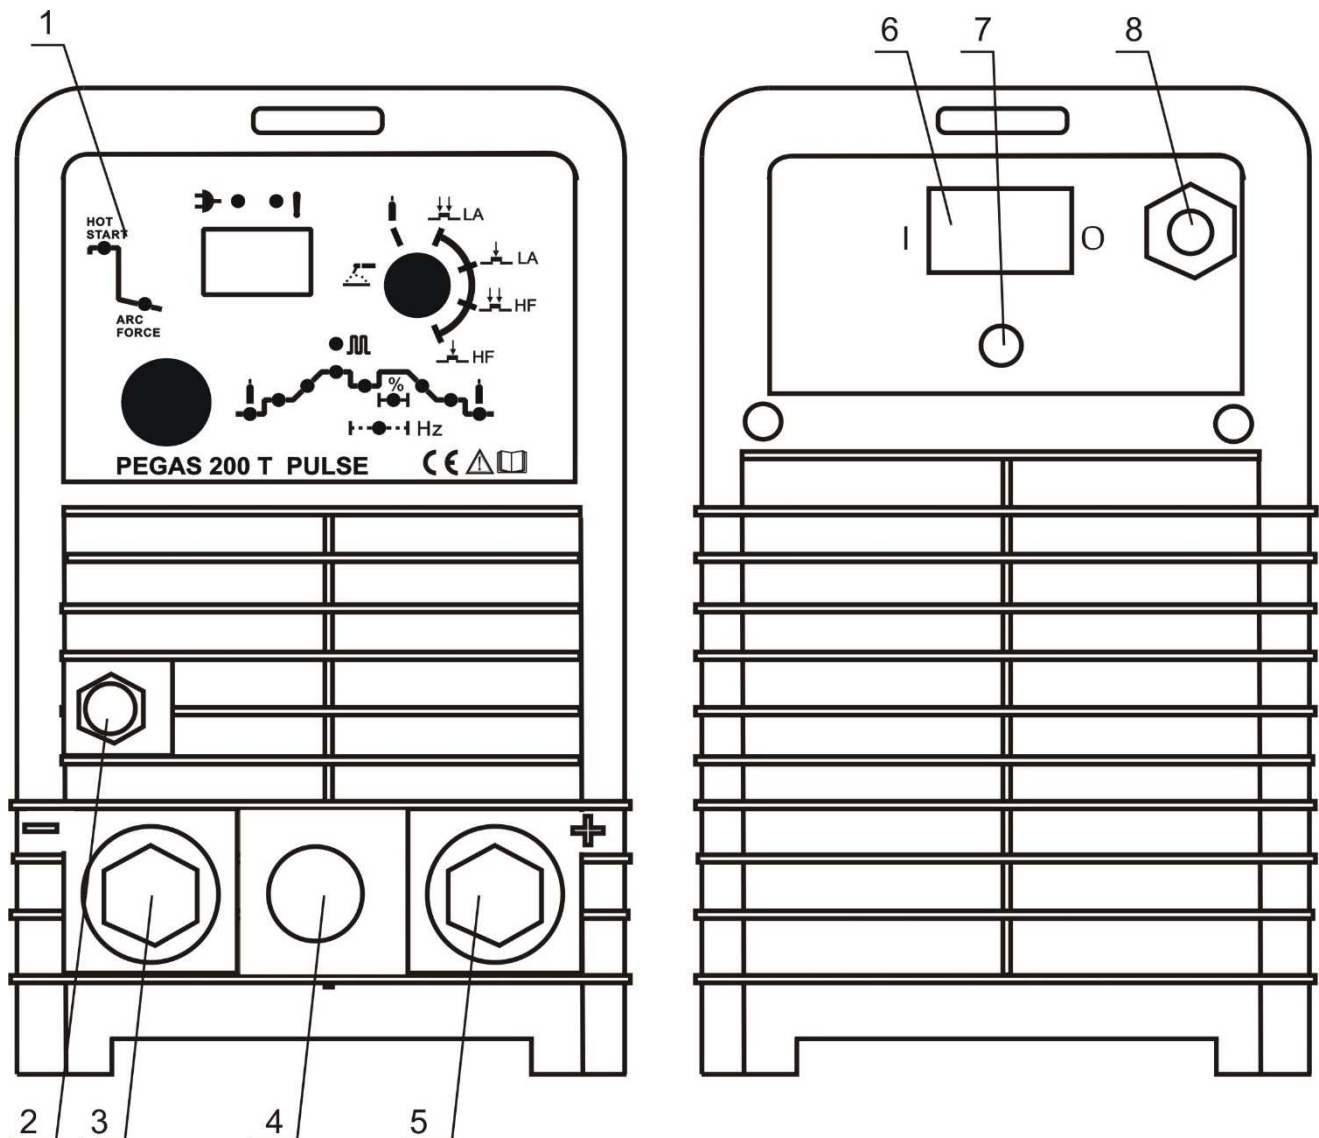
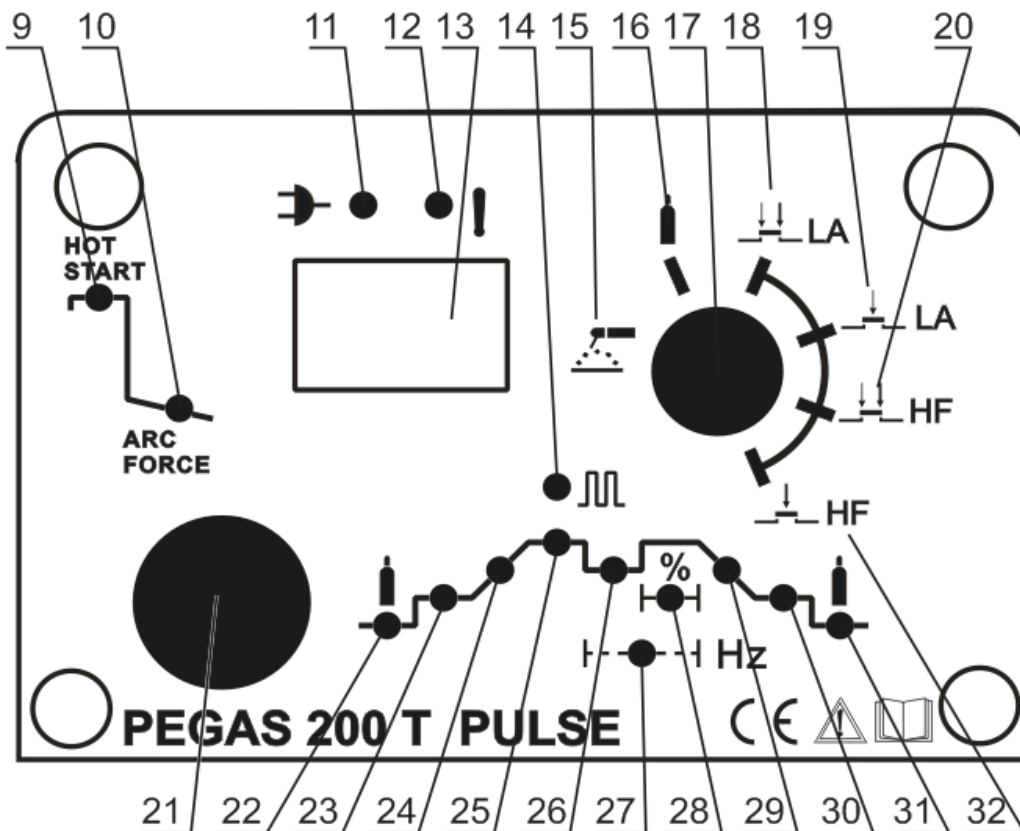

Abb. 1- Allgemeine Maschinenteile
Abb. 2 – Stirnseitige Steuertafel
Wählen Sie den Schalter (Abb. 2, Pos. 17) den Modus MMA (Abb. 2, Pos. 15) Maschine über Hauptschalter (Abb. 1, Pos. 6) einschalten
Die Elektrodenzange und die Massezange gemäß den vom Hersteller der Schweißelektrode vorgegebenen Polaritäten an die Ausgangsbuchsen der Maschine anschließen (+) (Abb. 1, Pos. 5) (-) (Abb. 1, Pos. 3)
Mit dem Schalter (Abb. 2, Pos. 21) stellen Sie den Schweißstrom ein, der auf dem Display erscheint. (Abb. 2, Pos. 13).
2. TIG Brenner an die Ausgangsbuchsen der Maschine anschließen (-) (Abb. 1, Pos. 3).
3. Die Elektrodenzange an die Ausgangsbuchsen der Maschine anschließen (+) (Abb. 1, Pos. 5).
4. Gasschlauch an Anschluss des Druckminderers anschließen (Abb. 1, Pos. 8).
5. Gasschlauch an Maschine anschließen (Abb. 1, pos. 2).
6. Brennersteuerung an Anschluss 23 der Maschine anschließen (Abb. 1, Pos. 4).
7. Wählen Sie Taste (Abb. 2, Pos. 17) TIG Methode